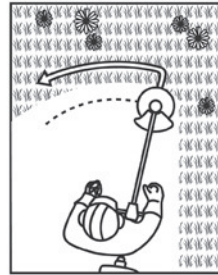

Fig. 47
- > Mova o produto descrevendo um movimento em arco lento e regular, da esquerda para a direita, antes de o deslocar novamente para a posição inicial para aparar a área seguinte (Fig. 47).